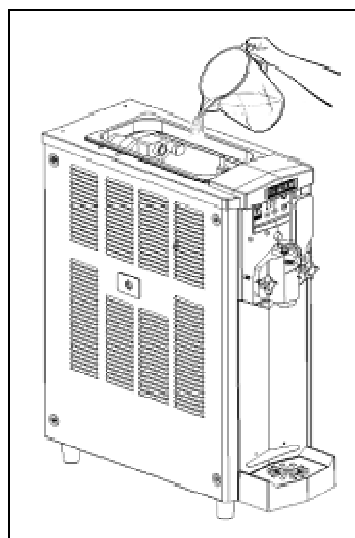

Fig. 32
- Versare circa 1 litro di prodotto nella vasca superiore (fig.32) ed attendere che defluisca all'interno del cilindro di congelamento.